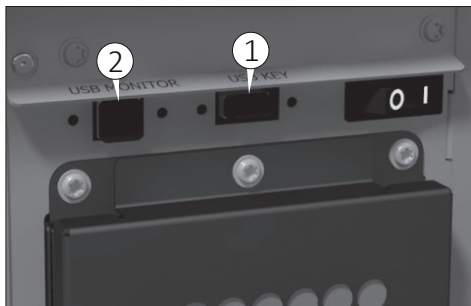

Fig. 25
- 1) USB tipo A para pen-drive (1 Fig. 25): ver capítulo "Gestão de chaves USB".
- 2) USB tipo B (2 Fig.25) é utilizado para ligar um PC externo.